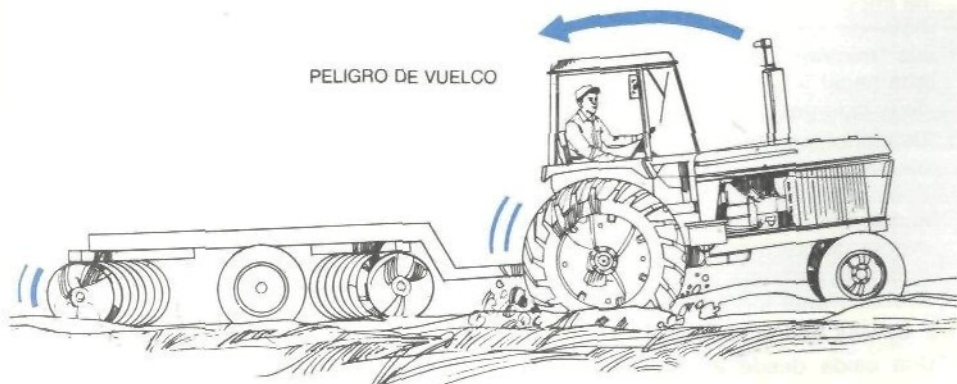

Figura 8.- Seguir las recomendaciones para salir de esta situación
5. Hacer retroceder al tractor si se queda atascado en el barro. Ver figura 8 e ítem 3.1. Desenganchar el implemento y sacarlo hacia atrás con otro vehículo. Sacar el barro de atrás de las ruedas traseras y colocar ramas (la chilca y el mio-mio son especiales) detrás de aquéllas y tratar de salir marcha atrás. Si esto no es posible proceder de la misma forma pero cavar delante de las ruedas traseras y delanteras y tratar de avanzar lentamente.